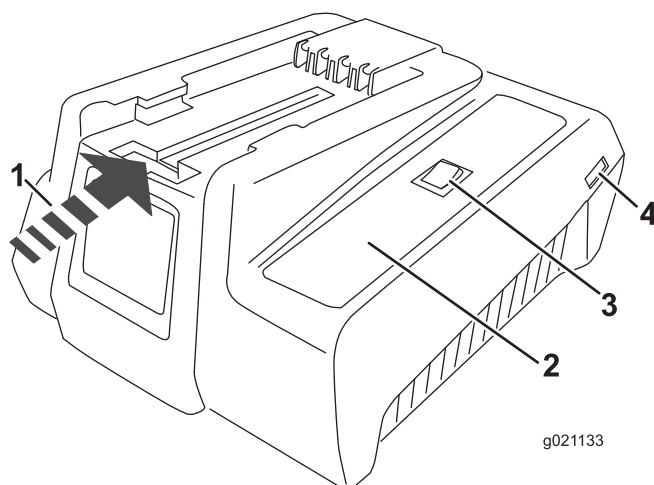
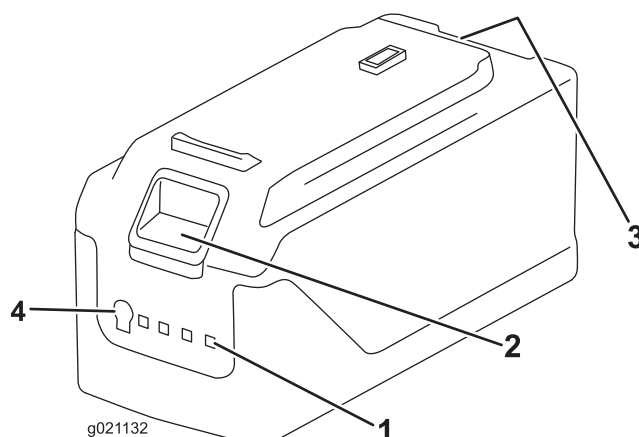

Figure 12
Figure 13
1. Si ce n'est déjà fait, branchez le cordon d'alimentation au chargeur (Figure 12), puis branchez-le à la prise électrique.
2. Retournez la batterie et placez la borne en face de la fente du chargeur (Figure 12 et Figure 13).